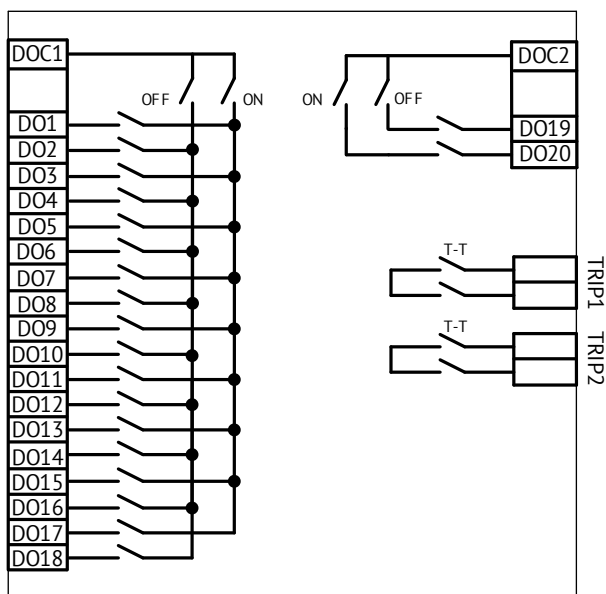

Рисунок 2.1. Схема внутренних ключей ЭНМВ-1-0/22
2.2.4 Режим управления коммутационным оборудованием в модификации ЭНМВ-1 с выходами TRIP (ЭНМВ-1-0/22) характеризуется тем, что коммутацию производят два реле: твердотельное и электромеханическое. Схема соединения выходных контактов ЭНМВ-1-0/22 изображена на рис. 2.1. Данная схема лишена недостатков отдельных её компонентов (твердотельного и электромеханического реле). Недостатком твердотельного реле является низкая скорость коммутации. Недостатком электромеханического реле являются большие габариты реле для размыкания больших токов.